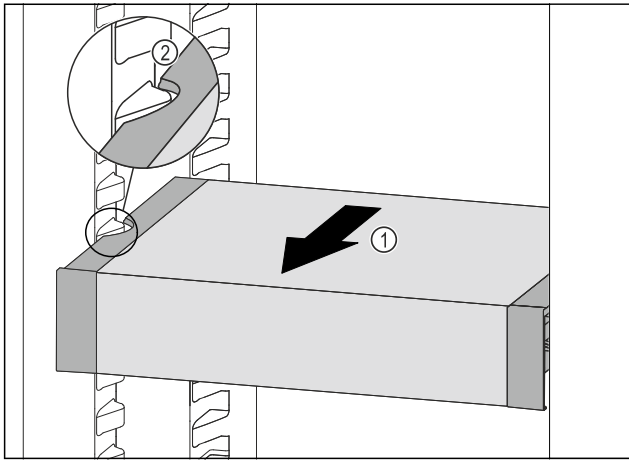

Fig. 96
- ▶ Tire del VarioSafe hacia delante Fig. 96 (1) hasta que los huecos laterales del VarioSafe se encuentren a la altura de la nervadura del recipiente en el compartimento del frigorífico. Fig. 96 (2)